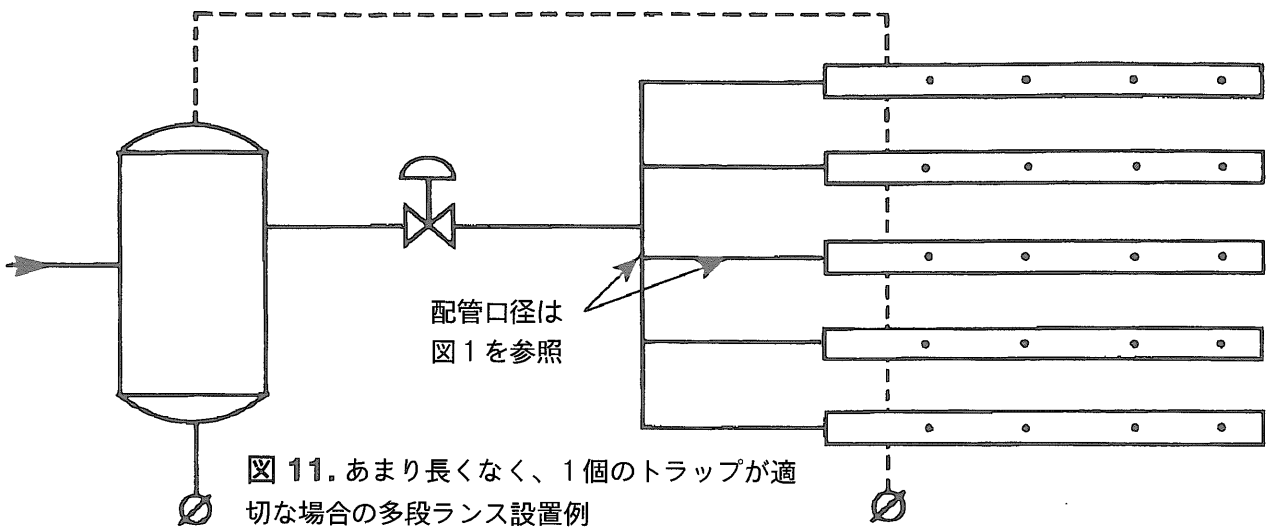

図 11. あまり長くない、1個のトラップが適切な場合の多段ランス設置例
3.8 図 11、12 および 13 は、推奨する加湿供給システムの配管、トラップの配列、多段ランスおよび縦型ランスのマニホールドを示しています。